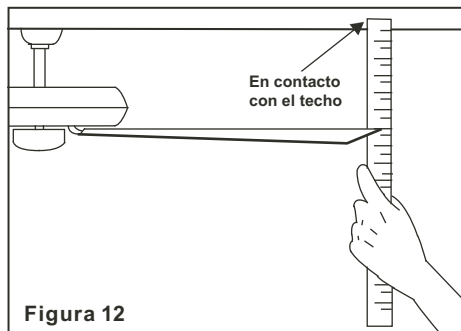

Figura 12
2. La mayoría de los problemas de oscilación se originan cuando los niveles de las aspas son desiguales. Revisar este nivel por medio de seleccionar un punto del techo por encima de la punta de una de las aspas. Medir esta distancia como se muestra en la Figura 12. Rotar el ventilador hasta que la siguiente aspa esté ubicada para medición. procedimiento para cada aspa. Las medidas repetidas para hacer funcional deben mantenerse dentro de 1/8 pulgadas (3mm).